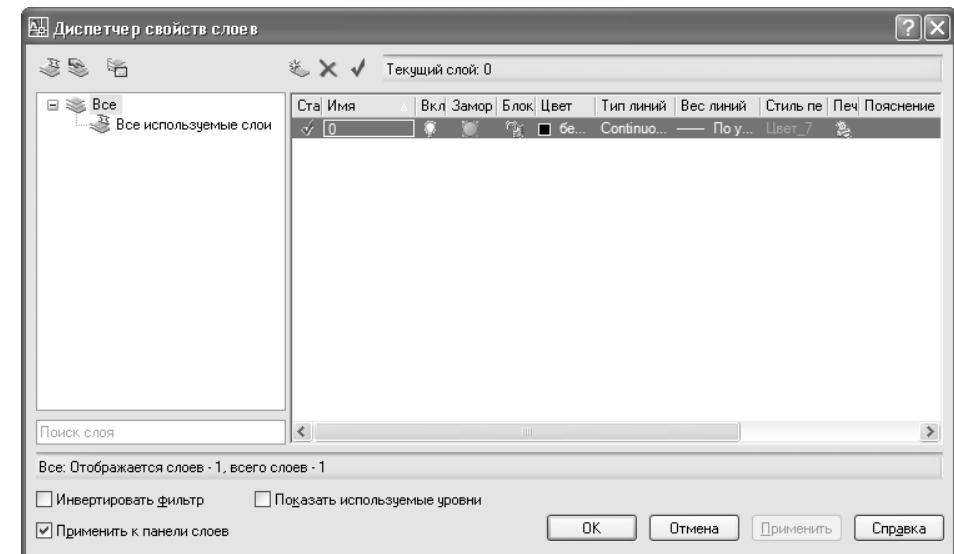

Рис. 6.3 ▼ Созданный по умолчанию нулевой слой в диалоговом окне **Диспетчера свойств слоев** (Layer Properties Manager)
- Щелкните на кнопке **Диспетчер свойств слоев** (Layer Properties Manager) панели инструментов **Слои** (Layers) (первая кнопка слева). (Альтернативный метод запуска этого инструмента заключается в выборе из меню команды **Формат** ⇒ **Слой** (Format ⇒ Layer) либо во вводе в командном окне команды **Слой** (LAYER) или просто **сл** (LA).) На экране появится диалоговое окно **Диспетчер свойств слоев** (Layer Properties Manager). Как видно из рис. 6.3, в списке слоев этого окна представлен лишь нулевой слой, что, как мы уже обсудили выше, понятно, поскольку мы еще не создали в текущем чертеже ни одного слоя.